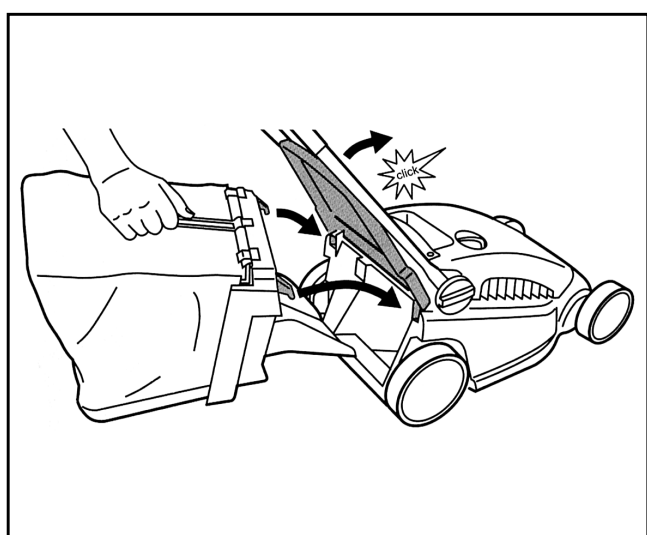

Fig. 16
- Accrochez le sac de ramassage au châssis en veillant à bien positionner les crochets dans les encoches (Fig. 16).
- Fije el recogedor al chasis poniendo atención de colocar los ganchos en los huecos. (fig. 16).
- Encaixe o cesto de recolha no chassis verificando que os ganchos ficam bem encaixados nos respectivos alojamentos (fig.16).
- Limpie el cortacésped con un cepillo o con un trapo después de cada sesión de corte. (fig. 16).
- Limpe o corta-relvas com uma escova ou um pano após cada corte (fig.16).